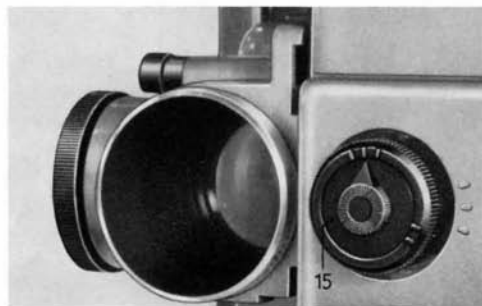

Bild 4
Getriebeknopf (15) so drehen, daß das Zeichen III nach rechts steht und mit der Markierung am Gehäuse übereinstimmt (Bild 4).